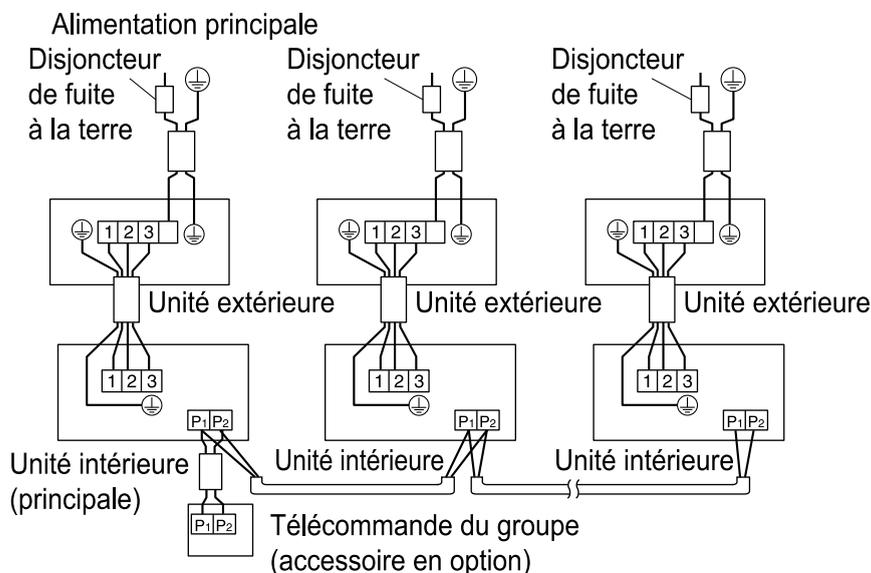

Fig. 35
- **Commande de groupe:** 1 télécommande commande jusqu'à 16 unités intérieures (Toutes les unités intérieures fonctionnent depuis la télécommande). **(reportez-vous à la fig. 35)**
- (1) Retirez le couvercle du boîtier de commande (Reportez-vous au chapitre "9. MODE DE RACCORDEMENT DES CÂBLES ET EXEMPLE DE RACCORDEMENT".)
- (2) Établissez un croisement entre les bornes (P1, P2) du boîtier de commande pour la télécommande (il n'y a pas de polarité) (Reportez-vous à la Fig. 35 et au Tableau 3)